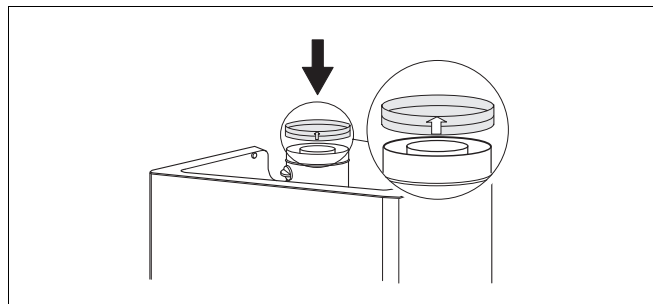

Fig. 17 Inel manșetă
- La utilizarea sistemului de evacuare a gazelor arse Ubbink este necesar un inel manșetă (fig. 17) pentru a face cazanul compatibil.